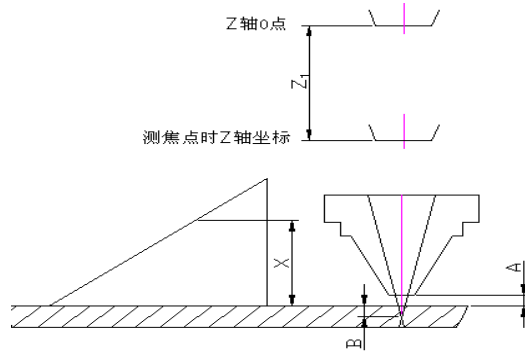

图 13：激光调焦示意图 4
- e) 如果切割参数设定为：喷嘴在切割工件表面上方的距离为 A，焦点在切割工件表面下方的距离为 B，如图 13 所示，调整 Z 轴随动装置，使 Z 轴处于随动状态下，停留在坐标位置 Z2 上（数控系统显示的 Z 轴坐标）。则有如下的计算关系：